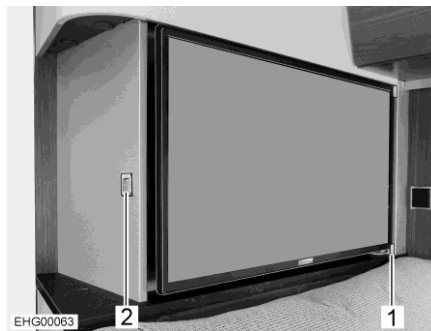

Bild 95 Platt bildskärm
Den platta bildskärmen är säkrad med en styrskena (Bild 95,1) i sidan.
- Tryck på frigöringsknappen (Bild 95,2).
- Dra den platta bildskärmen ur styrskenan (Bild 95,1) till önskat läge.
- För tillbaka den platta bildskärmen tills den hakar fast i styrskenan (Bild 95,1) i sidan.